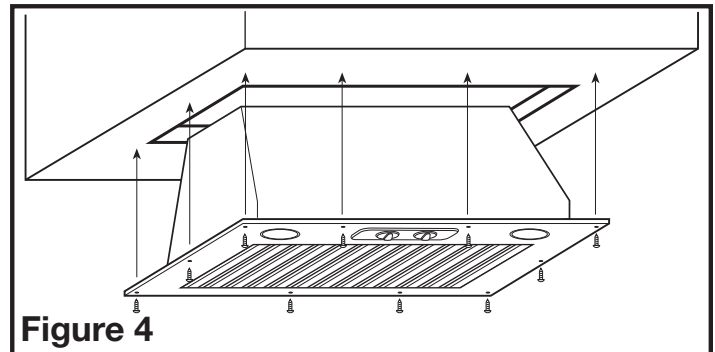

Figure 4
- Insérez l'unité de puissance dans le trou et fixez-la en place à l'aide des dix vis (non inclus) (**Figure 4**).